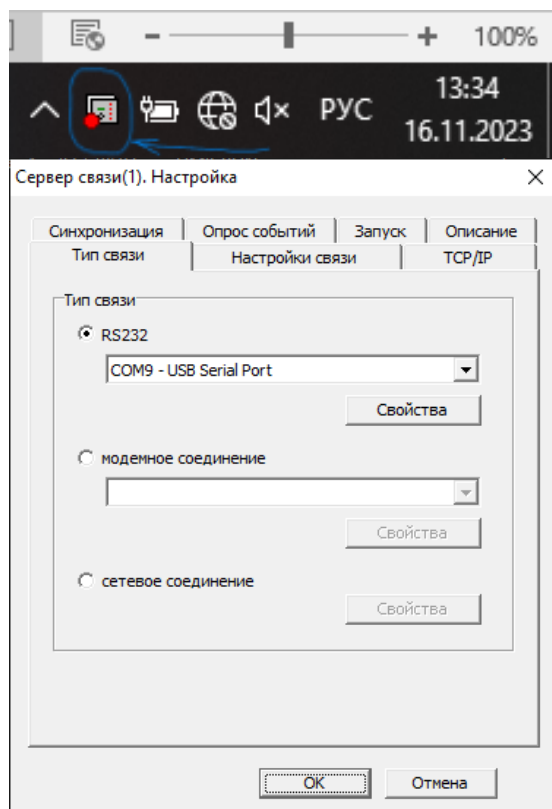

Рис. 15. Сервер связи. Настройка
15) Сверяем настройки порта на ПК с настройками «сервера связи». Нажать правой кнопкой по значку «сервера связи», перейти в настройки (рис. 15).